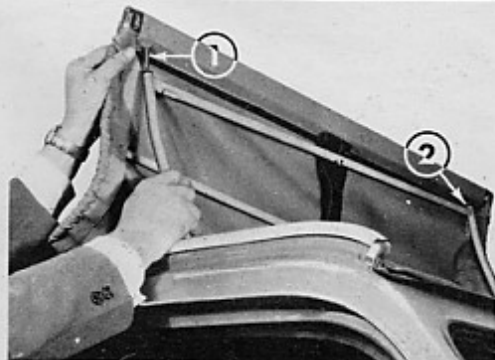

Fig. 27-Apertura totale della cappotta
- Disimpegnare dal telaio mobile gli attacchi della cappotta (fig. 27 - rif. 1 e 2) e ribaltare in avanti il telaio così liberato.